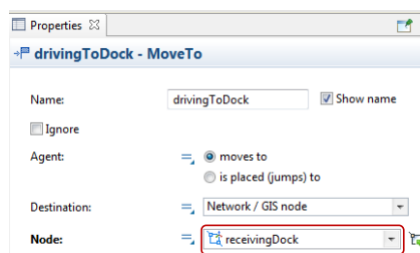

Рисунок 13.5 – Область властивостей
11. В області властивостей блока *drivingToDock* у списку *Node* клацніть на *receiveDock*, щоб установити пункт призначення агента (рис. 13.5).